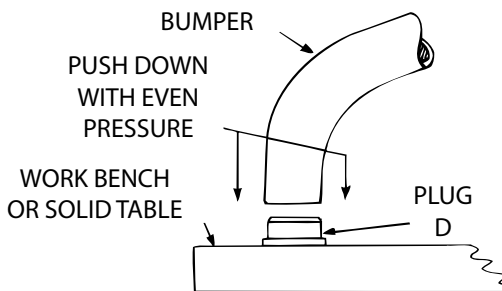

FIGURE 3
Step 3: (Fig. 3)
1. Assemble a 3/8" - 16 x 0.9" shoulder bolt (E) and 3/8" whizlock (C) nut to each side of the tractor frame. Tighten.
1. Place plug on a work bench or solid table and push end of bumper down onto plug (D). Repeat for all plugs.
Étape 3 : (Fig. 3)
- Monter un boulon à épaulement 0,9 x 3/8 po (E) et un écrou Whizlock 3/8 po (C) de chaque côté du châssis du tracteur. Serrer.